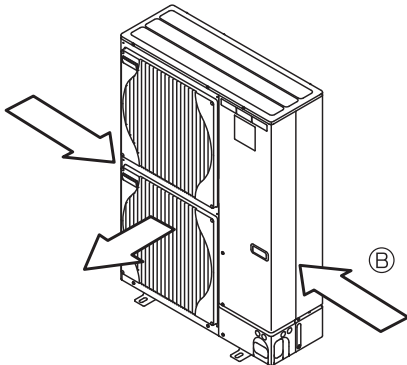

Fig. 3-4
- ③ Cihazın konumunu, mümkünse, hava çıkışından gelen havanın, mevsimsel rüzgarlarının yönüne dik gelmesini sağlayacak şekilde seçin. (Fig. 3-4)